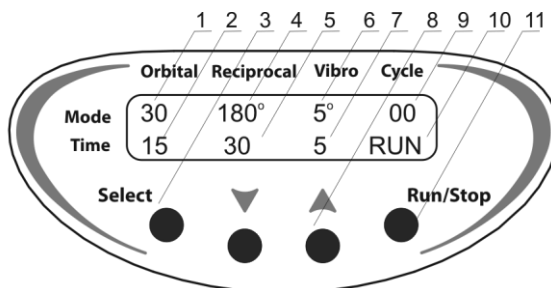

Fig.2. Panneau frontal
- 4.4. Appuyez sur la touche **Run/Stop** (Fig.2/11) pour démarrer le programme.
- 4.5. La plate-forme se mettra en mouvement et les indications correspondantes (le mode d'utilisation - RUN (Fig.2/10), le décompte de cycles (Fig.2/9) et la durée) s'afficheront sur l'écran.
- 4.9. Si le nombre de cycles n'est pas défini (l'indicateur du nombre de cycles (Fig.2/9) affiche zéro), appuyez sur la touche **Run/Stop** pour que l'appareil fonctionne en continu jusqu'à ce que la touche **Run/Stop** soit de nouveau pressée.
- 5.1. Appuyez sur la touche **Select** (Fig. 2/3) pour choisir le paramètre à changer (le paramètre actif clignote).
- 5.2. Utilisez les touches ▲ et ▼ (Fig.2/8) pour programmer la valeur nécessaire (pressez la touche pendant plus de 2 s pour que les valeurs changent rapidement).
- 5.4. Il convient de régler la vitesse (Fig.2/1), l'angle d'inclinaison (Fig.2/4, Fig.2/6, la durée de chaque type de mouvement (Fig.2/2, Fig.2/5 et Fig.2/7) et le nombre de répétitions de cycle (Fig.2/9).